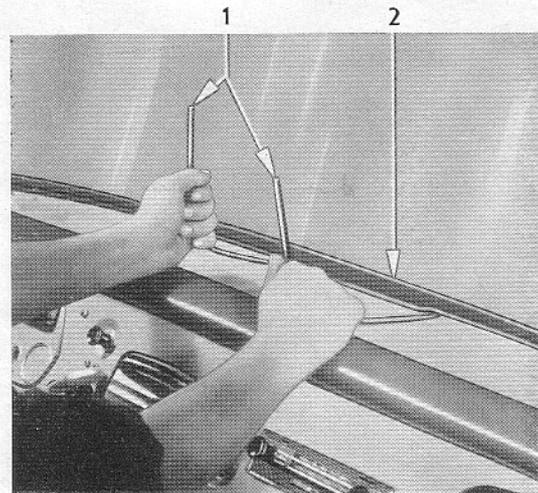

Bild 12 – Der Anfang für das Überziehen der Gummifassunglippe über den Karosseriesteg liegt an Windschutzscheibenunterseite
7. Windschutzscheibe mit Gummifassung nach seitlichem Ausmitteln zur Karosserie in unteren Karosseriesteg einsetzen. Zum Einsetzen sind drei Mann erforderlich. Zwei Mann drücken von außen die Scheibe an der linken und rechten unteren Ecke sowie unten in der Mitte an den Karosseriesteg bei. Gleichzeitig zieht der dritte Mann im Fahrerhausinnern die äußere Lippe (11/4) der Rille durch Herausziehen der beiden an Scheibenunterseite liegenden Enden der Gummischnur (12/1) nach innen über den Karosseriesteg (Bild 12). Hierbei Gummifassung durch leichte Handschläge von außen gegen die Windschutzscheibe – dem Herausziehen der Gummischnur folgend – fest über den Karosseriesteg drücken.